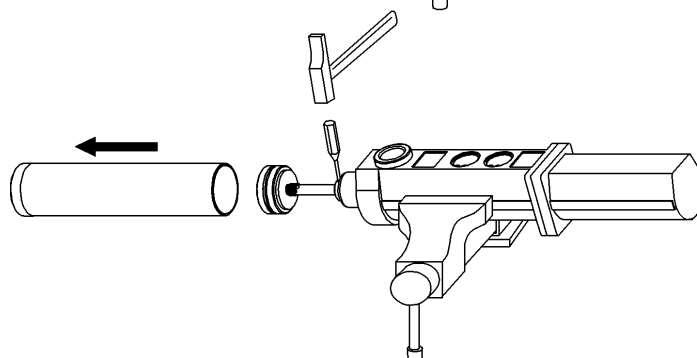

Fig. 5
3. Remove the pin (19) located in the upper part of the connecting rod (20) (fig. 5) and unscrew the rod from the air piston rod (8).
3. Extraer el pasador (19) situado en la parte superior del eje válvula impulsión (20) (Fig. 5) y desenroscar el eje del vástago (8).
3. Extraire la baguette (19) située au niveau de la partie supérieure de l'axe de la soupape d'impulsion (20) (voir Fig.5) et desserrer l'axe du piston (8).